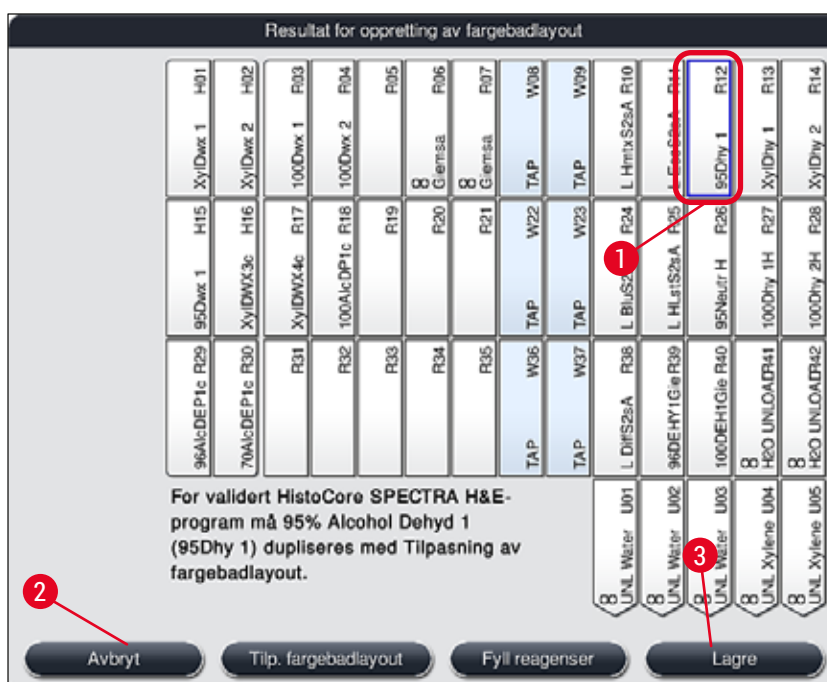

Fig. 53
- Etter at programvaren har beregnet fargebadlayouten ved hjelp av de prioriterte programmene, får brukeren en oversikt over resultatene på skjermen (→ "Fig. 53").
- Hvis ingen Leica-programmer er integrert i fargebadlayouten, avviker visningen (→ "Fig. 53") fra den som vises (ikke avbildet). I så fall kan reagensene fylles som beskrevet i (→ S. 78 – Fylling av reagens).